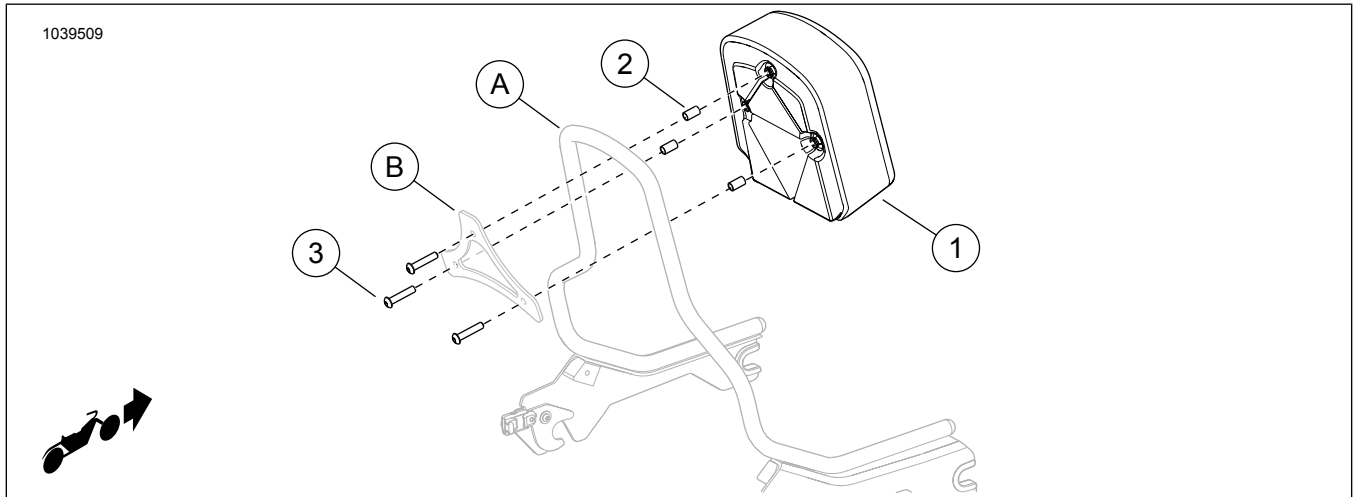

Figure 1. Contenu du kit : Coussin de dossier de taille standard (Softail)
1. Figure 1 Si nécessaire, couper le joint de pluie en plastique des trous prédécoupés dans le dossieret (2) pour éviter que le plastique ne se coince dans les filets.
2. Placer le support de montage (B) contre les entretoises (2), de manière à ce que les trous du support coïncident avec les entretoises.
3. Insérer une vis (3) du kit à travers un trou dans le support (B) et l'entretoise (2).